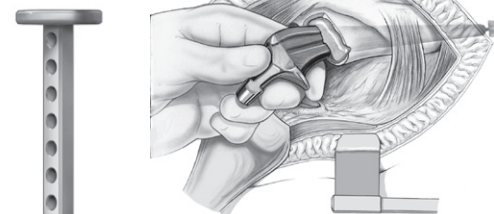

図4
**Step 3:** 徒手にて、または、オフセットフェモラルインパクトを用いて、前捻角に注意を払いながらステムを大腿骨に挿入します(図4、5)。ステムの挿入を開始した後は、ディスタルセントライザーが外れる可能性があるため、ステムを逆行性に動かさないようにします。適切なポジションへのステムの設置が完了したら、はみ出たセメントを除去し、セメントが硬化するまでしっかりと把持しておきます。